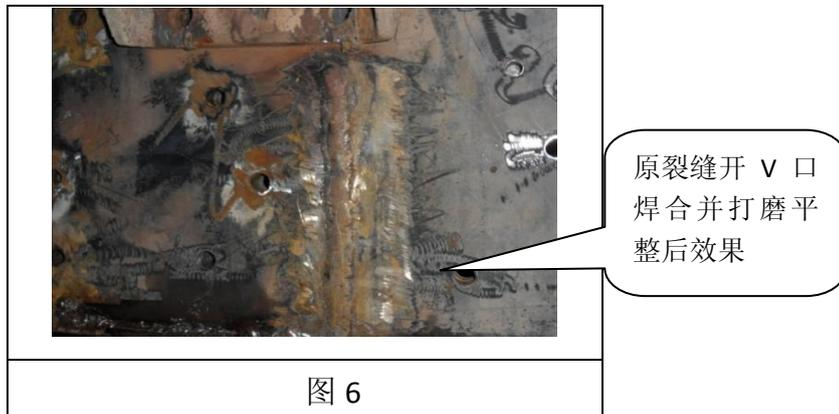

图 6
- e、用砂轮机将左外纵梁及左内纵梁裂缝处（图 6）打磨干净，清除焊接区域铁锈、油污、水分等杂物，将裂缝打 V 型破口后焊合（外纵梁 V 型坡口深度 $\geq 5\text{mm}$ ，内纵梁 V 型坡口深度 $\geq 4\text{mm}$ ），然后将焊缝表面打磨平整；（注意：此项为关键整改步骤，一定要注意焊缝质量，此步骤只针对纵梁开裂侧，若未开裂则无需此项）